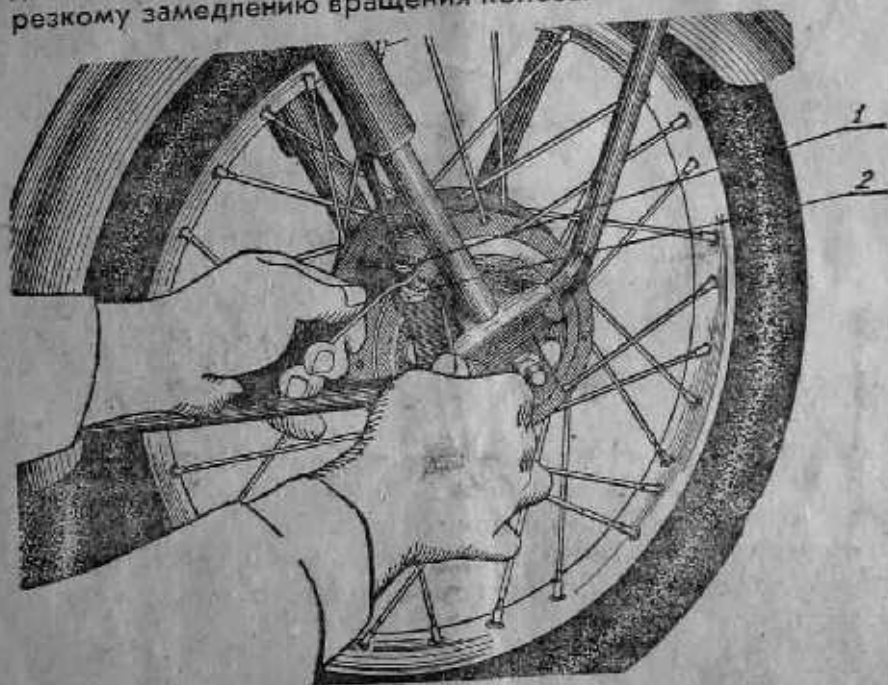

Рис. 21. Регулировка тормоза переднего колеса.
Для этого вращением гайки (2, рис. 21) переместите упор (1) в ту или иную сторону.